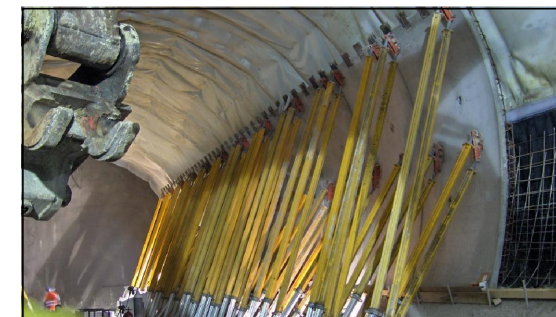
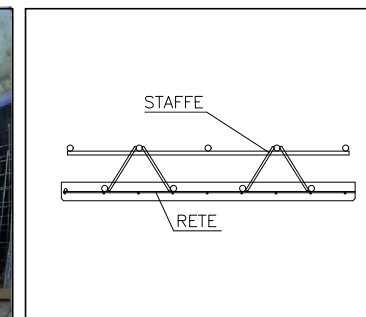

Figura 3. Rivestimento con lastre PREDALLE
Figura 4. Armatura prefabbricata
3. Posa in opera dell'impermeabilizzazione e delle lastre PREDALLE strutturali laterali, chiamate anche *pedritti*, (cod. B.08.001) illustrate in Figura 3 con armatura prefabbricata in GFRP, acronimo di *Glass Fiber Reinforced Polymer*, (cod. B.09.700.1) illustrata nella Figura 4 e avente caratteristiche indicate in Tabella 1;